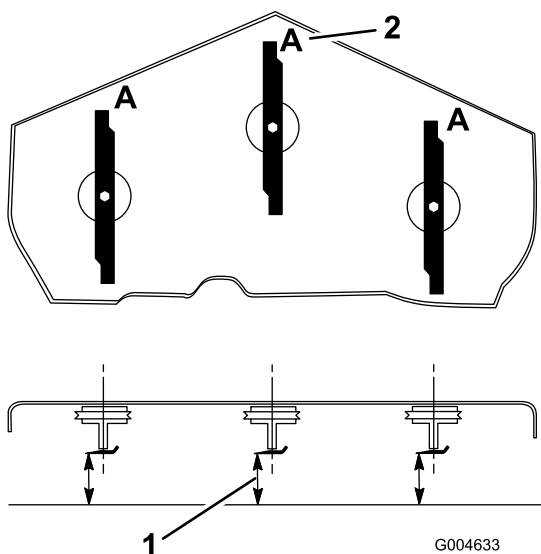

Figure 20
3. Tournez les lames dans le sens longitudinal (Figure 20). Mesurez la distance entre la surface plane et le tranchant (position **A**) des lames (Figure 20). Notez cette valeur.